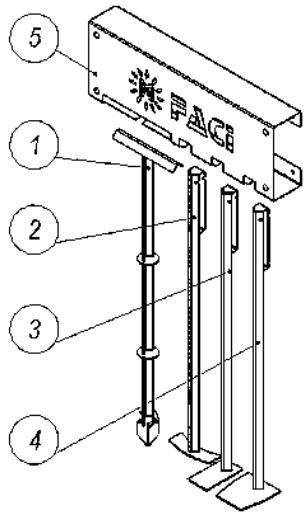

Рис. 9
- Инвентарь. (Рис.9).
Инвентарь (Рис. 9) является дополнительной опцией. В базовой комплектации предусмотрен банник. Инструменты инвентаря разработаны для эффективной очистки элементов котла от сажи и нагара. Крепится инвентарь по усмотрению владельца.